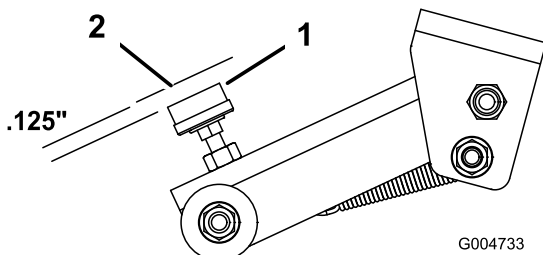

Bild 82
4. Der Abstand zwischen dem Gummikissen der Einstellschraube (Bild 82) und dem Mähwerkriegel sollte 0,125 Zoll betragen. Wenn der Abstand eingestellt werden muss, lösen Sie die Mutter an der Einstellschraube und stellen Sie sie entsprechend ein. Ziehen Sie die Mutter dann fest.